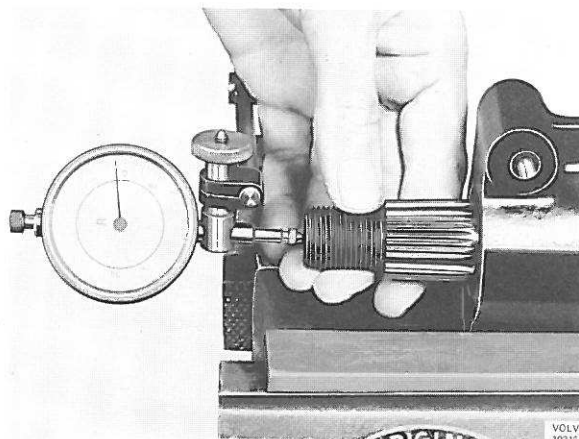

Figure 71. Contrôler du jeu axial
9. Mesurer le jeu axial (figure 71) après avoir resserré les vis. Réduire ensuite l'épaisseur totale des cales de réglage de manière à obtenir une tension précontrainte de 0,025 à 0,75 mm. Si le premier jeu mesuré est de 0,05 mm par exemple et que la cale la plus mince est de 0,127 mm, remplacer cette dernière par une cale de 0,05 mm. Ceci permet de réduire le jeu de $0,077$ mm et d'obtenir une tension précontrainte de $0,077 - 0,05 = 0,027$ mm.
10. Enlever la plaque de butée et la coupelle de ressort après avoir obtenu la tension précontrainte requise et monter les deux ressorts (7). Remettre ensuite en place le guide, les cales de réglage et la plaque de butée.